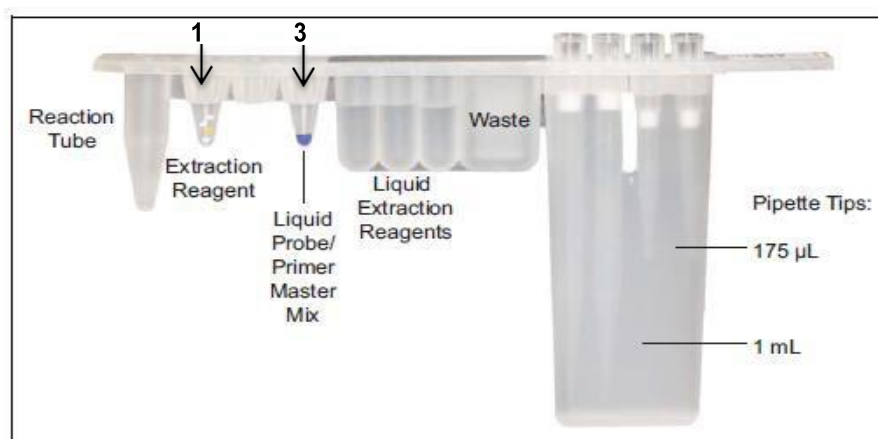

Figure 1 : Configuration de la barrette réactive unitarisée d'ADN
- 2.2.b. Clipser le tube de réactif d'extraction d'ADN BD Exk-1 (opercule blanc) en position **1** de la bande d'ADN, voir figure 1.
- 2.2.c. Clipser un tube de réactif CPE Screen (opercule bleu) en position **3** de la bande d'ADN, voir figure 1.